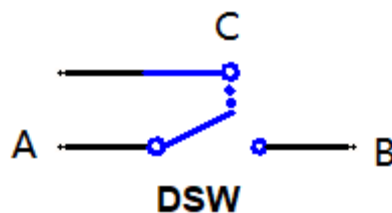

图 8-2: 数字开关
4. 锁存的通道地址通过 3-8 译码器输出 8 个选择信号，其中唯一有效的信号可以控制一路模拟信号输入，其他模拟输入信号被断开。此处使用到了 8 个数字开关，如下图 8-2 所示：